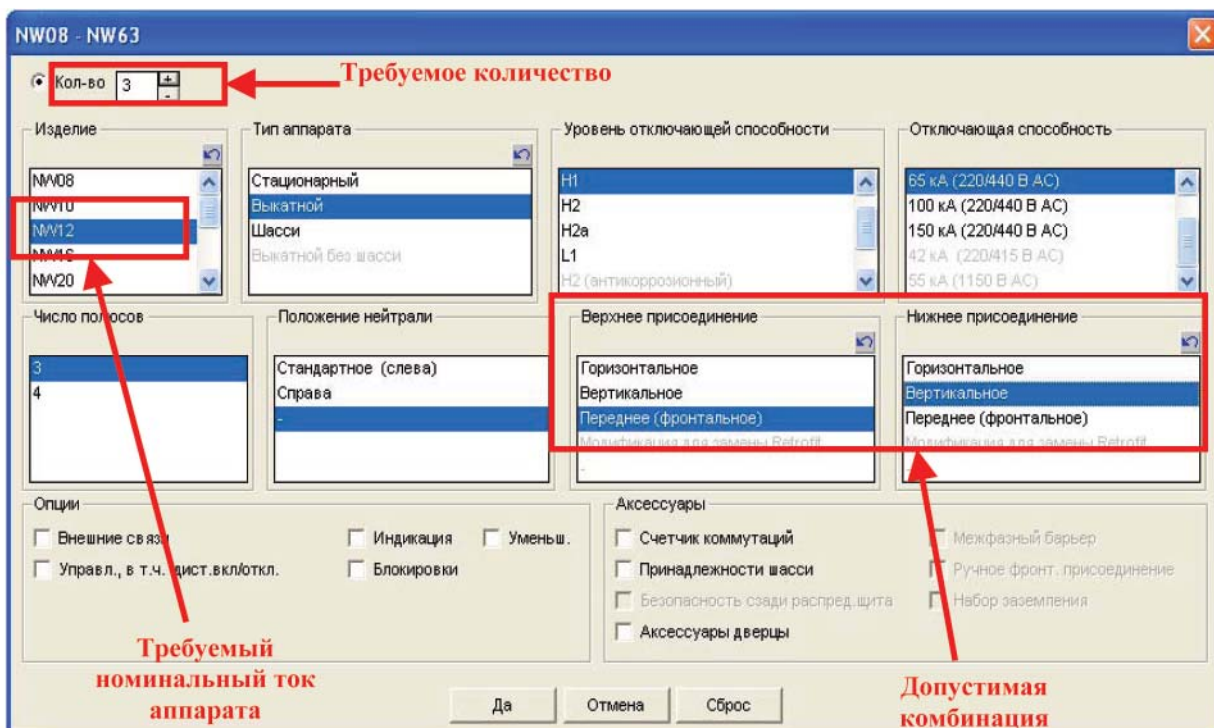

Рис. 93
- 4) Задаем характеристики проектируемого шкафа (рис. 93). Номинальный ток соответствует 1200 А (следует из однолинейной схемы), ток короткого замыкания принимаем равным 25кА. Остальные параметры оставляем без изменения.